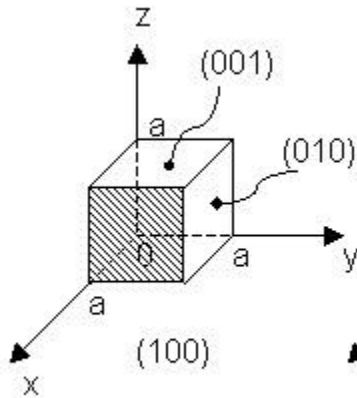

Fig. 8-1
예를 들어 Fig.8-1은 xyz 축과 만나는 점이  $(1 \infty \infty)$ 이고 그것의 역수는  $(1 \ 0 \ 0)$ 이므로 이것은 (100)면이 된다.